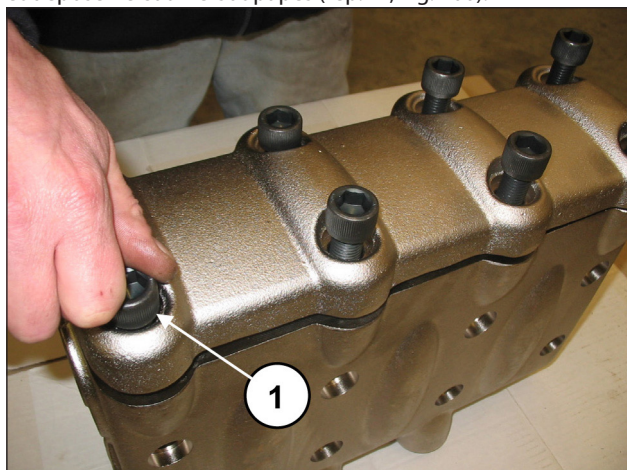
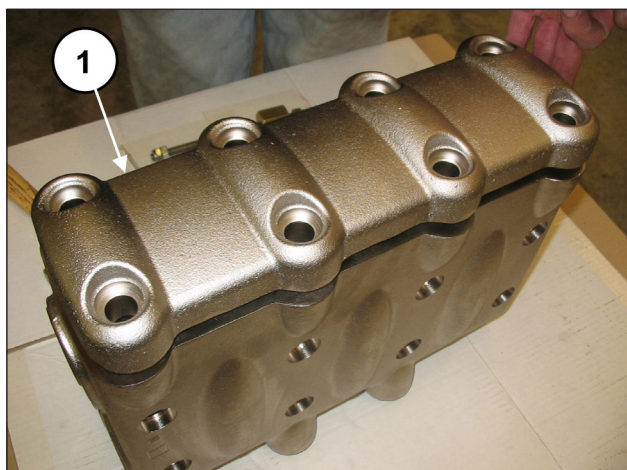

Fig. 99
Fig. 100
Dévisser les 8 vis M16x55 du couvre-soupapes (rep. ①, Fig. 99) et déposer le couvre-soupapes (rep. ①, Fig. 100).